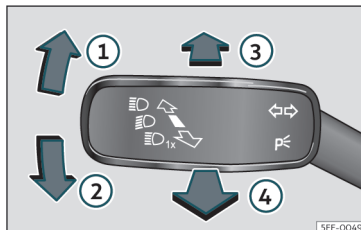

Fig. 86 Leva degli indicatori di direzione e degli abbaglianti.
• Dalla posizione di base, spingere in avanti la leva degli indicatori di direzione e degli abbaglianti»» fig. 86 ③. Quando viene visualizzata la spia  nel display del quadro strumenti, il comando automatico degli abbaglianti sarà attivo.
- **OPPURE:** con le luci abbaglianti accese, spostare la leva degli indicatori di direzione e degli abbaglianti all'indietro»» fig. 86 ④.